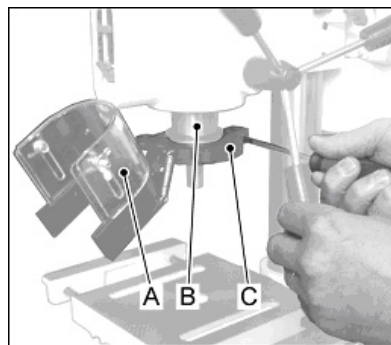

Рис. 4
Установите защиту патрона (A, Рис. 4) на сверлильную пиноль (B), прежде чем монтировать патрон.